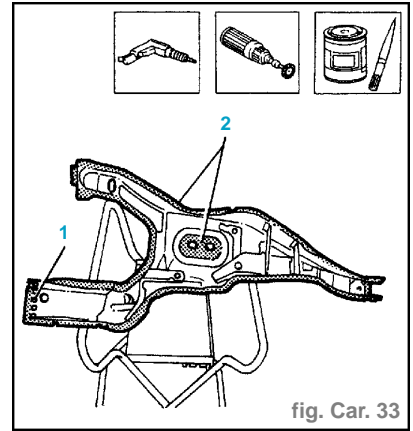

fig. Car. 33
- Redresser les bords de tôle par tas profilé à marteau (2).
- Exercer des trous équidistants comme indiqué en figure (1) (fig. Car. 33).
- Appliquer le vernis électrosoudable sur les bords de tôle indiqué en figure (2).